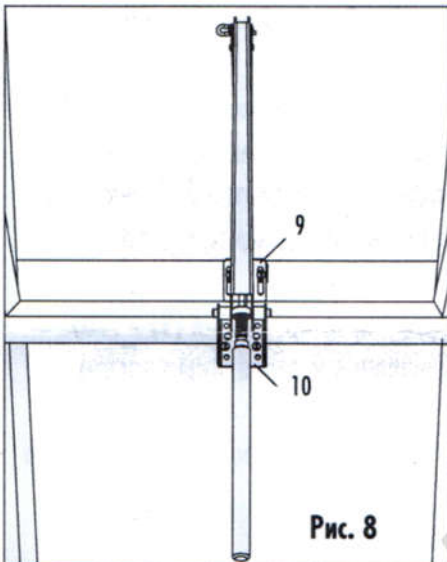

Рис. 8
5. Не полностью открутите цилиндр (1) от основного изделия. Поршень цилиндра (3) и нажимная штанга (6) должны остаться собранными. 6. Установите оконное крепление (9) к раме форточки выше рамочного крепления (10). Форточка должна закрыться (Рис. 8). 7. Прикрутите цилиндр (1) к держателю цилиндра (2).